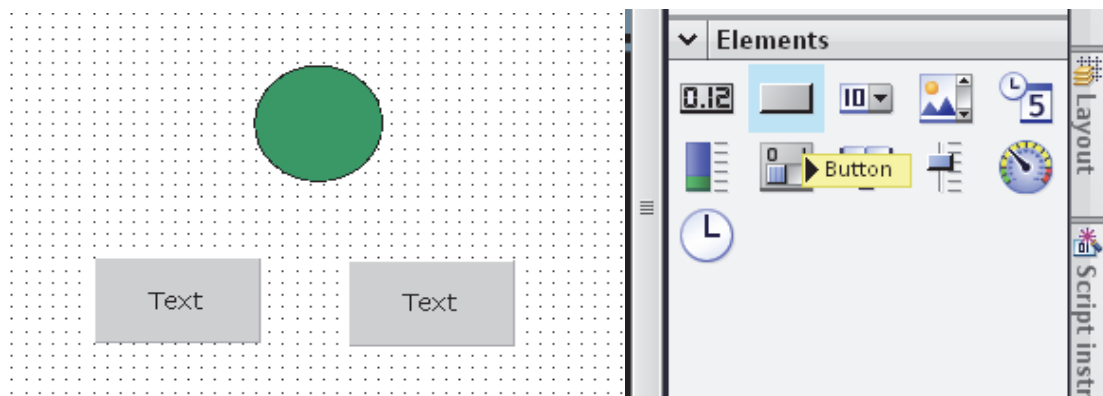

Рис. 1.35. Создание кнопок
– Для изменения имени выполняем последовательность команд «Properties»<"General"<"Label» и вводим в первой кнопке «Включить», а во второй «Выключить» (рис. 1.35).